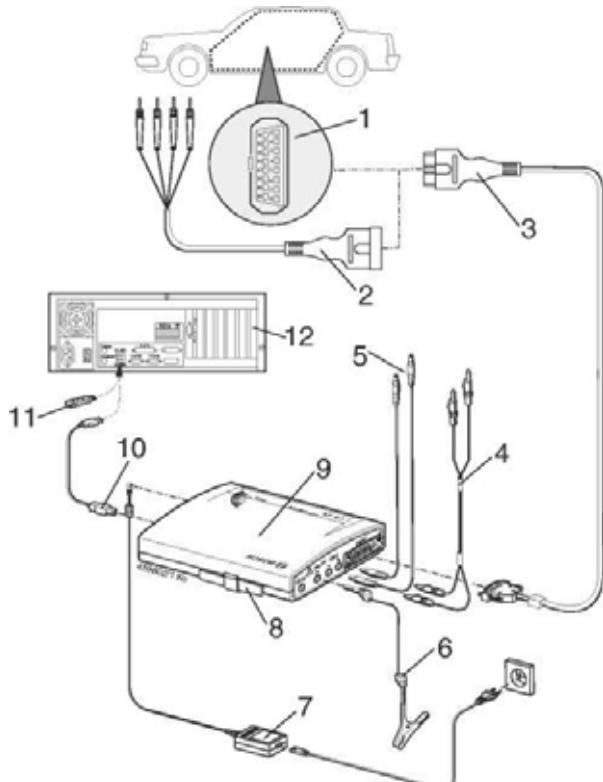

Рис. 3. Схема электрических соединений на примере KTS 570:
Сменная вставка 8 (рис. 3) обладает всеми известными в настоящее время возможностями для того, чтобы осуществлять коммуникацию с диагностическими интерфейсами транспортных средств. Гибкость при приспособлении будущих расширений для проведения диагностических протоколов достигается благодаря тому, что сменную вставку можно поменять быстро и без инструментов.
- диагностического провода встроенной диагностики (OBD) 3 (рис. 3)
- диагностического провода встроенной диагностики (OBD) и дополнительно через соединительный кабель UNI (интерфейс «пользователь–сеть») 2 (рис. 3),